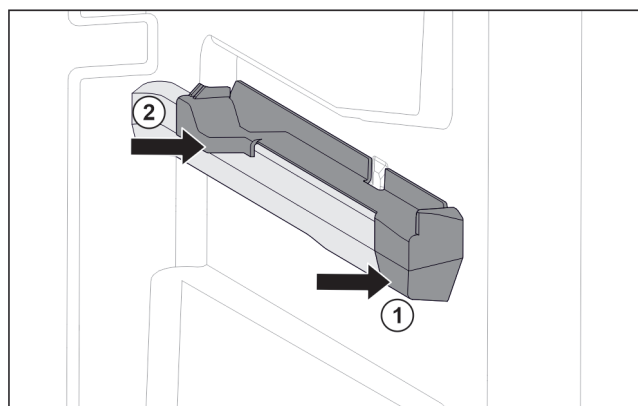

Fig. 150 右侧容器肋梁上的插装件
- ▶ 将插装件前部放到容器肋梁上。 Fig. 150 (1)
- ▶ 压紧插装件后部。 Fig. 150 (2)